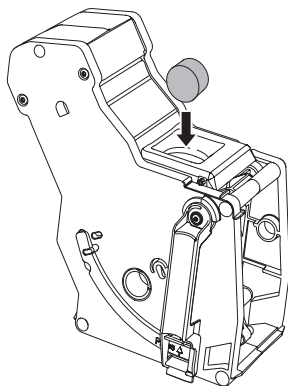

Fig. 17: Inserimento della pastiglia nell'unità bollitore.
7. Posizionare il recipiente per i fondi di caffè sotto l'erogatore. 8. Rimuovere l'unità bollitore senza spegnere la macchina. 9. Inserire la pastiglia per la pulizia nell'unità bollitore (vedere Fig. 17). Rimettere l'unità bollitore nella macchina. » La macchina visualizza che è stato raggiunto il terzo livello del programma. » Viene avviata la procedura di pulizia. » Dopo diversi minuti la macchina visualizza che – è stato raggiunto il quarto livello del programma, – la vaschetta raccogli gocce e il contenitore per i fondi di caffè devono essere svuotati. 10. Svuotare la vaschetta raccogli gocce ed il contenitore per i fondi di caffè. 11. Inserire la vaschetta raccogli gocce senza il contenitore per i fondi di caffè. 12. Posizionare il recipiente per i fondi di caffè sotto l'erogatore. » La macchina visualizza che è stato raggiunto l'ultimo livello del programma. » La procedura di pulizia viene continuata. » Dopodiché la macchina visualizza che la vaschetta raccogli gocce e il contenitore per i fondi di caffè devono essere svuotati. 13. Svuotare la vaschetta raccogli gocce ed il contenitore per i fondi di caffè. 14. Inserire la vaschetta raccogli gocce ed il contenitore per i fondi di caffè. » La macchina da caffè è pronta al funzionamento.